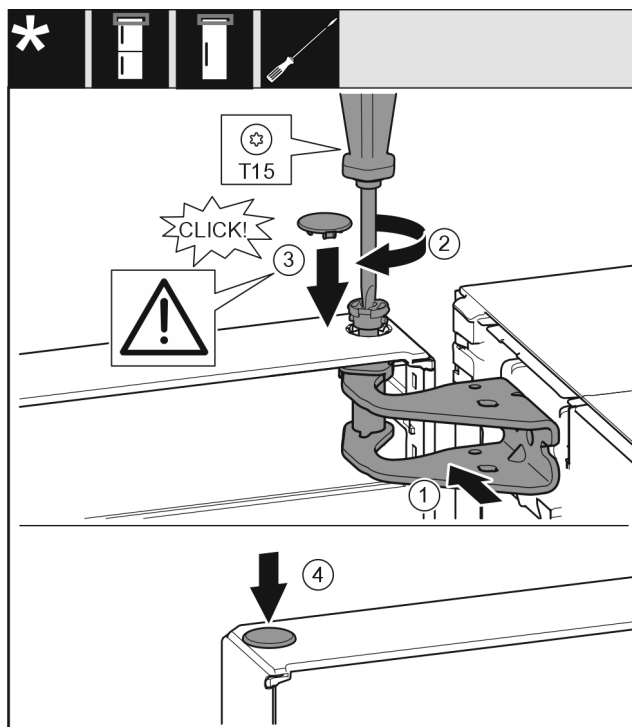

Fig. 57
- Dveře nahoře vyrovnejte s otvorem ve stojanu ložiska Fig. 57 (1).
- Vložte čep Fig. 57 (2) a pevně jej utáhněte šroubovákem.
- Nasad'te kryt Fig. 57 (3).
- Zkontrolujte, zda kryt Fig. 57 (3) doléhá na dveře.
- Nasad'te kryt Fig. 57 (4).